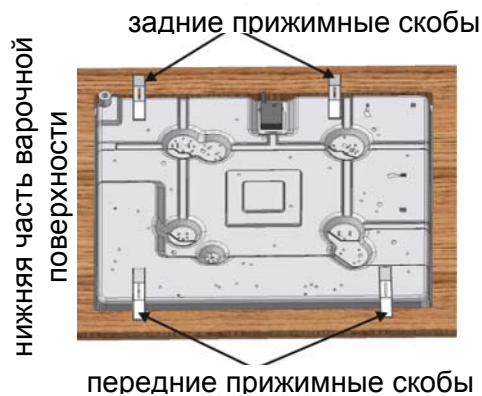

Рис. 6
5. Варочную поверхность закрепить в столешнице четырьмя прижимными скобами (рис. 6 и 7), входящими в комплект поставки.